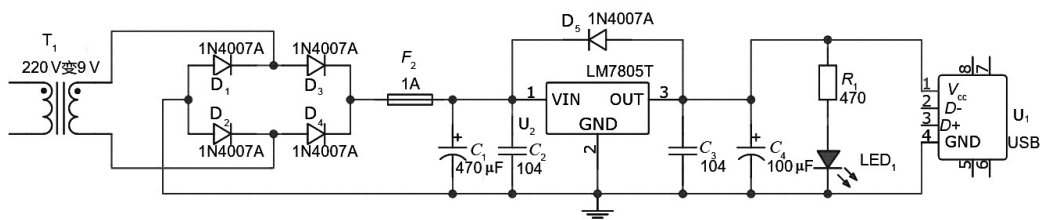

图 1-3 手机充电器电路原理图
(1)根据知识链接中的步骤对电路进行仿真操作(扫二维码观看仿真过程);完成后进行截屏,录屏,并上交作品;电路原理图如图 1-3 所示。